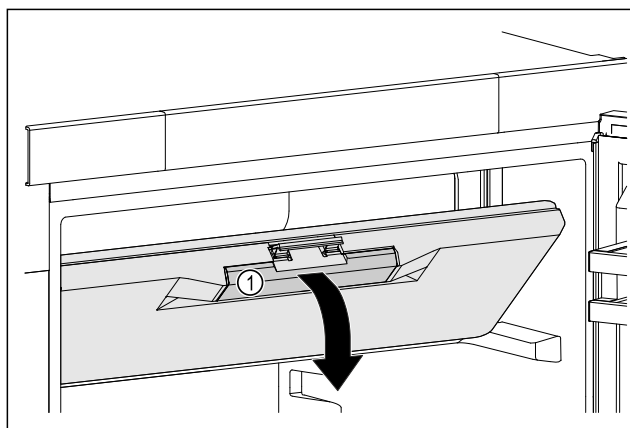

Fig. 48
- Tag fat i frostbokslågen i de forsænkede greb Fig. 48 (1).